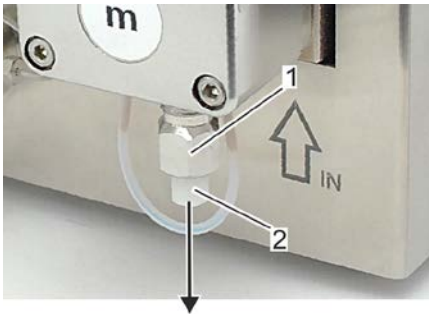

Abb. 18: Verschlusschraube entfernen
1. Verschlusschraube (M8 x 1, Abb. 18/2) aus Rückschlagventilüberwurf (Abb. 18/1) des Flüssigkeitseingangs herausschrauben.